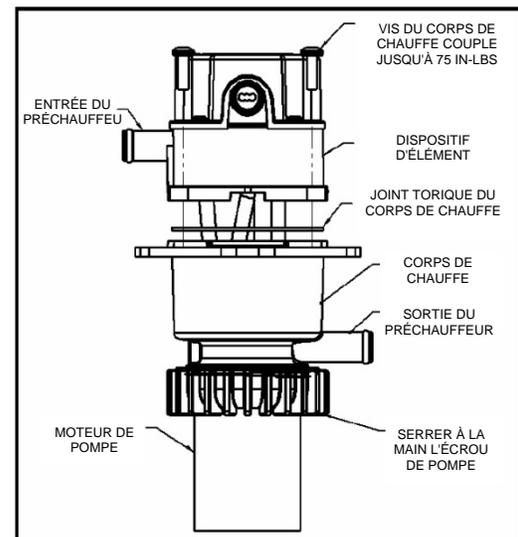

Figure 5
- Retirer les quatre vis qui maintiennent le capot électrique en place comme le montre la figure 5.
**Dégât au niveau du joint torique** : Vérifier que le joint torique est bien inséré dans son sillon pour prévenir toute fuite du réchauffeur. Voir la figure 5.